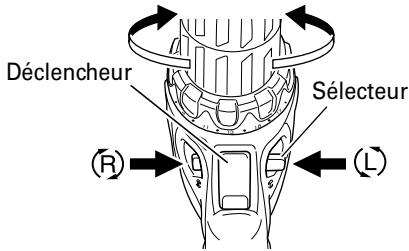

Fig. 10
La mèche tourne dans le sens horaire (vu de l'arrière) quand on appuie sur côté-R du sélecteur. En appuyant sur côté-L du sélecteur la mèche tourne dans le sens anti-horaire (Voir Fig. 10). (Des repères (R) et (L) sont prévus sur le bouton du sélecteur.)